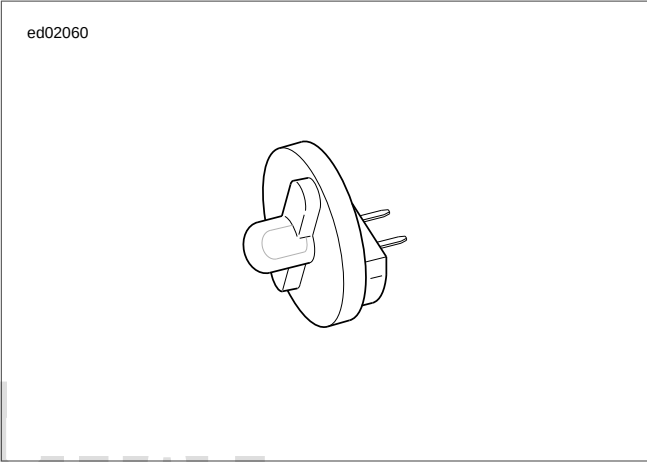

Figura 4-42. Luz de prueba del inyector de combustible (HD-34730-2C)
2. Utilice la LUZ DE PRUEBA DEL INYECTOR DE COMBUSTIBLE (pieza N° HD-34730-2C). Vea Figura 4-42.